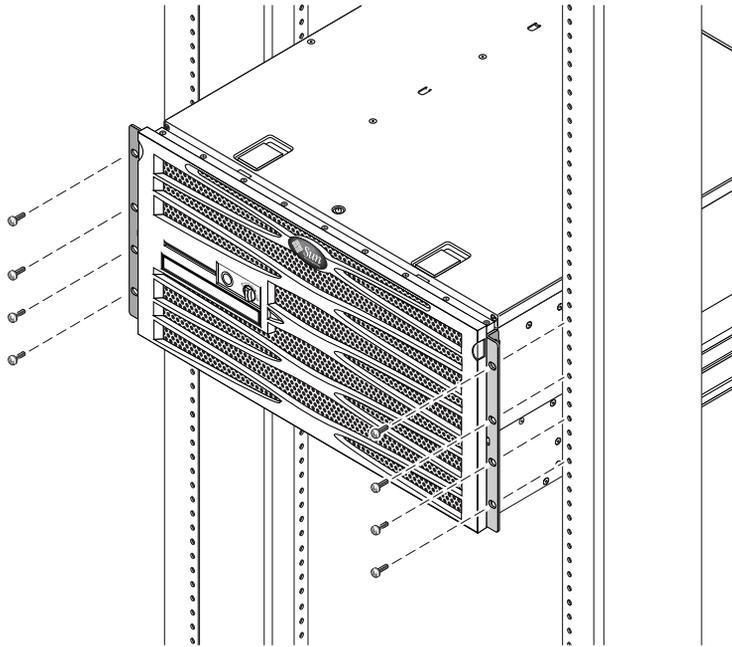

FIGURA 3-4 Fijación de la parte frontal del servidor al bastidor
7. Con cuatro tornillos por cada lado, fije los soportes de montaje fijo frontales acoplados a los lados del servidor en la parte frontal del bastidor (FIGURA 3-4). El tamaño de los tornillos varía según el bastidor.